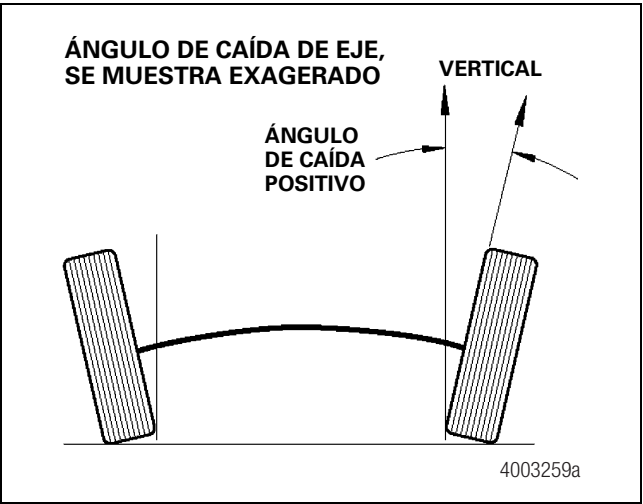

Figura 8.15
- El ángulo de caída del eje se define como el ángulo hacia dentro o hacia afuera de los neumáticos con respecto a la vertical. Con un ángulo de caída positivo, los neumáticos están más alejados por la parte superior que por la parte inferior. Con un ángulo de caída negativo sucede lo contrario. Figura 8.15.